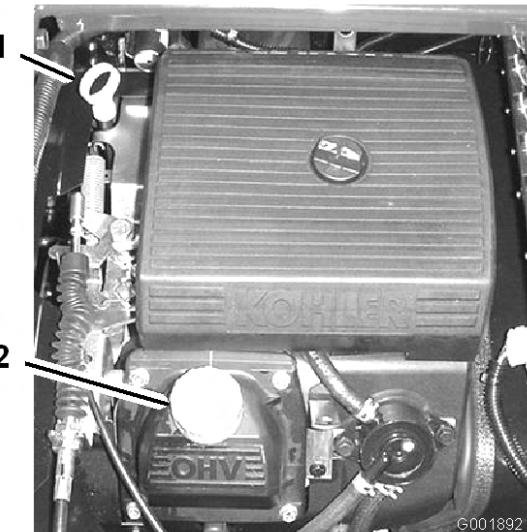

図 20
2. ディップスティックを抜き、ウェスで一度きれいに拭く(図 20)。ディップスティックを、チューブの根元までもう一度しっかりと差し込む。引き抜いて油量を点検する。
3. 油量が少なければ、バルブ・カバーの上についている補給口(図 20)を開け、ディップスティックの Full マークまでオイルを補給する；オイルの種類や粘度についてはエンジンの整備、41 ページの「エンジンオイルについて」を参照。補給するときは、ディップスティックで確認しながら少量ずつ入れる。入れすぎはよくない。